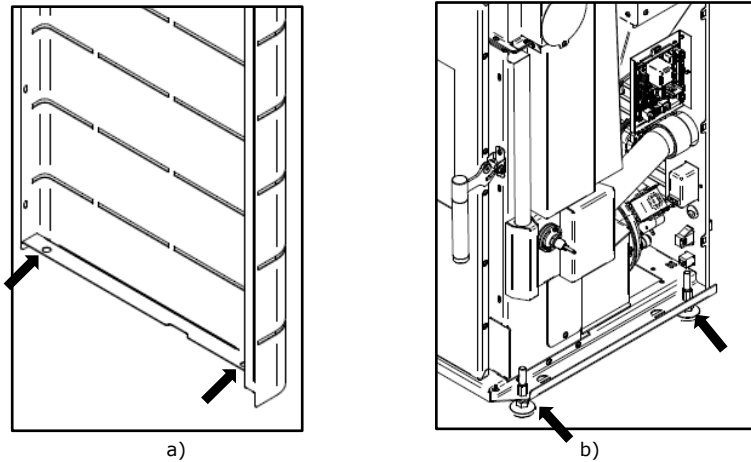
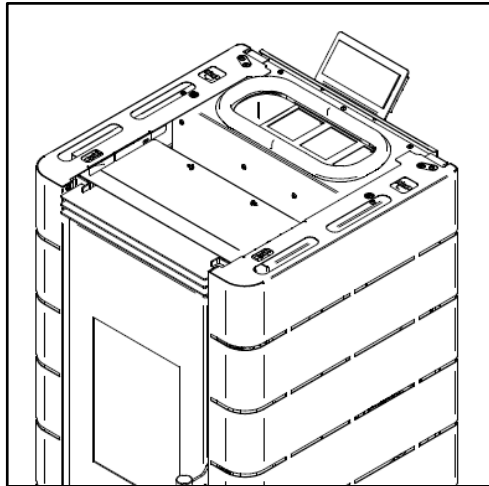

Figure 59 – Montage côté inférieur des habillages
Figure 61 – Fixation des caches latéraux en haut
b) Insérez les trous inférieurs des couvercles latéraux, Figure 61 -a), dans les guides situés au bas de la machine, Figure 59-b).
d) Répétez le processus effectué aux points b et c de ce manuel pour l'autre habillage. Serrez les côtés à l'aide de deux vis du kit, une de chaque côté, comme illustré à la Figure 61.